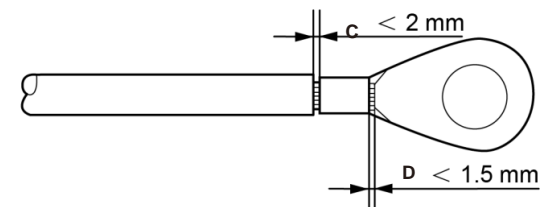

Figura 5.9 Descarnar o fio
- 4) Insira o fio descarnado na área de crimpagem do terminal OT e utilize o alicate hidráulico para crimpar o terminal ao fio (consulte a Figura 5.9).